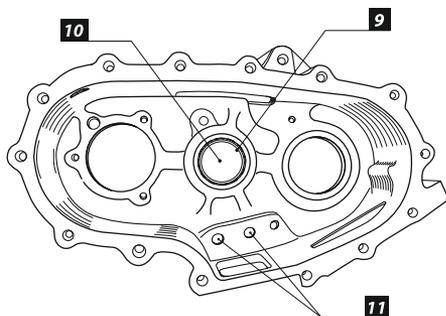

Рис. 4
10. Выберите заглушки штоков [11], которые стоят со стороны КПП (Рис. 4).